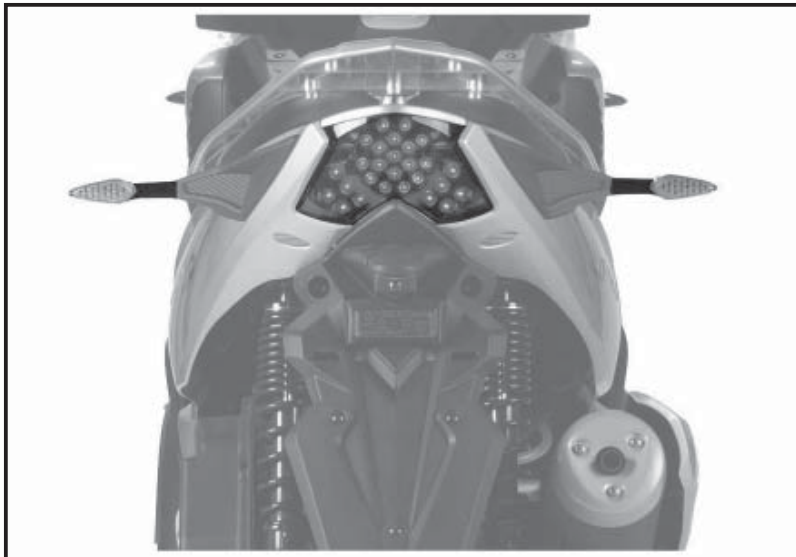

Abb. 02
6.16 HINTERE SCHEINWERFERGRUPPE (Abb. 02)